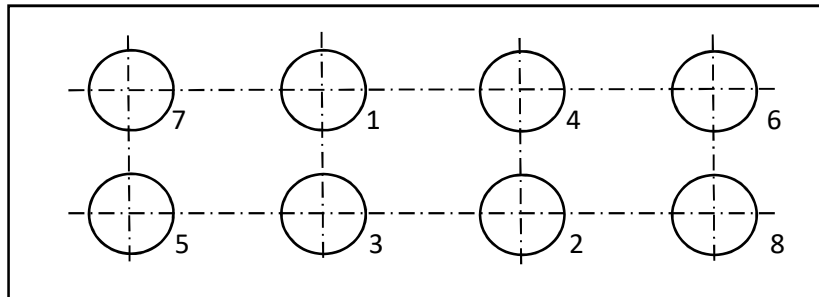

Abbildung 5. Schema der Reihenfolge für das Festziehen der Schrauben
- Drossel-Muttern (16) lockern und Rahmen herauschieben.
- Elemente des Rahmens reinigen, Dichtungen und Glas anlegen und Rahmen erneut montieren. Die Schrauben sind abwechselnd festzuschrauben, mit Gefühl und gleichmäßiger Kraft. Festziehmoment der Schrauben max. 30 Nm. Im Fall der Rahmen 705.2, 705.3, 705S und 703 wurde das Festziehen der Muttern auf der beigefügten Skizze dargestellt (Abbildung 5).
- Die Zapfen des montierten Rahmens sind in den Drosselkammern anzubringen (zuvor ist Dichtungsmittel in den Kammern anzubringen). Mit den Muttern (16) Verbindung vorläufig abdichten, und danach den Rahmen (17) auf die Köpfe des Flüssigkeitsanzeigers schieben.